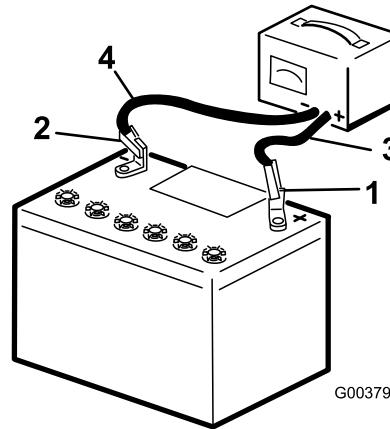

Figura 84
3. Conecte o cabo negativo do carregador ao terminal negativo da bateria (Figura 84).
- Quando a bateria estiver totalmente carregada, desligue o carregador da rede elétrica e desconecte os cabos do carregador dos terminais da bateria (Figura 84).